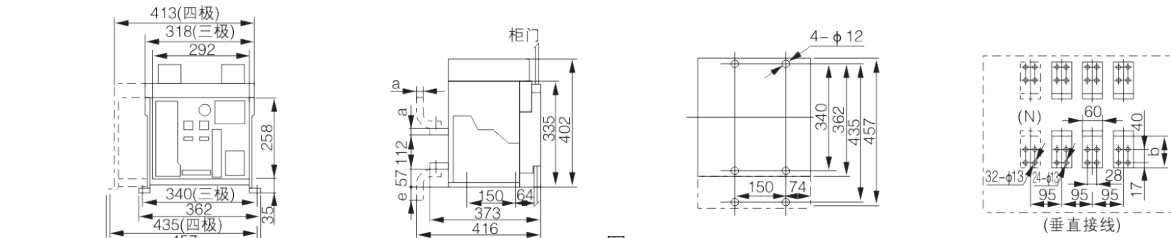

图16a
• 2000A固定式断路器安装尺寸，外形尺寸图(见图16a)